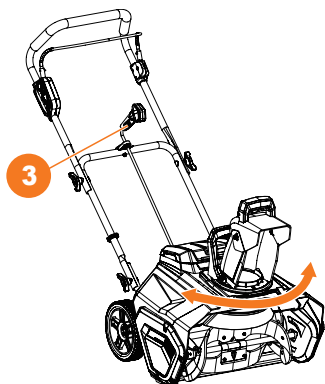

Рис. 11
- Измените направление выброса снега, наклоном рукоятки **3** в соответствующую сторону (Рис. 11).